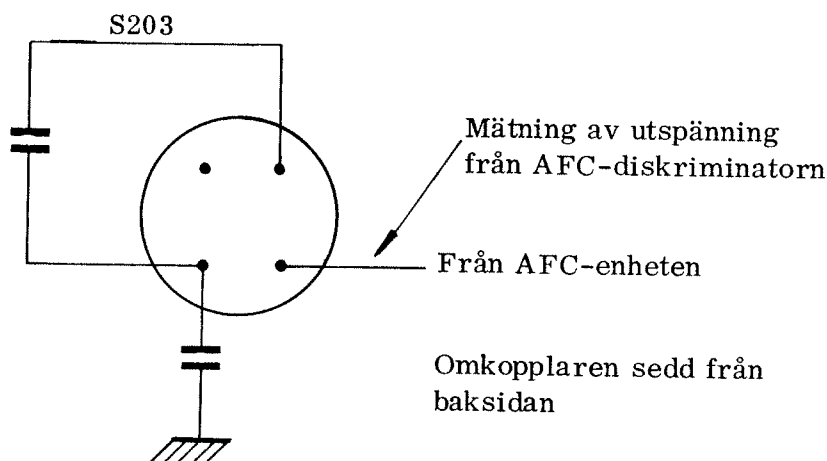

Bild 7
- Anslut en URI-meter (likspänningsmätning) till omkopplaren S203 stift enligt bild 7. (AFC-diskriminatorns utgång). Justera med spolen L2 så att URI-metern visar 0 V. Öka känsligheten på URI-metern för att få exakt noll.